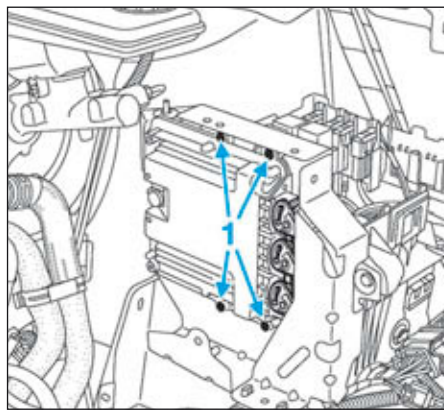

FIG.131
- Déposer les quatre vis (1) (Fig.131) du calculateur de gestion moteur.